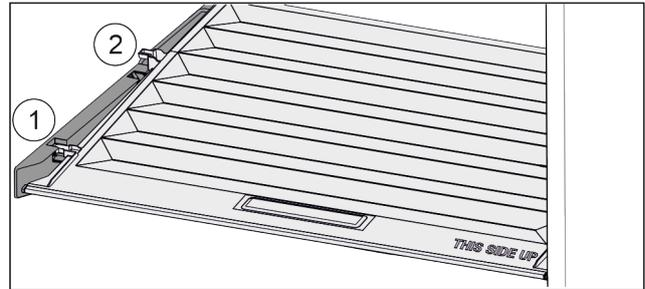

Fig. 32
- ▶ Tirer le couvercle vers l'avant jusqué dans l'orifice des pièces de retenue Fig. 32 (1).
- ▶ Le soulever par le bas à l'arrière et le sortir par le haut Fig. 32 (2).